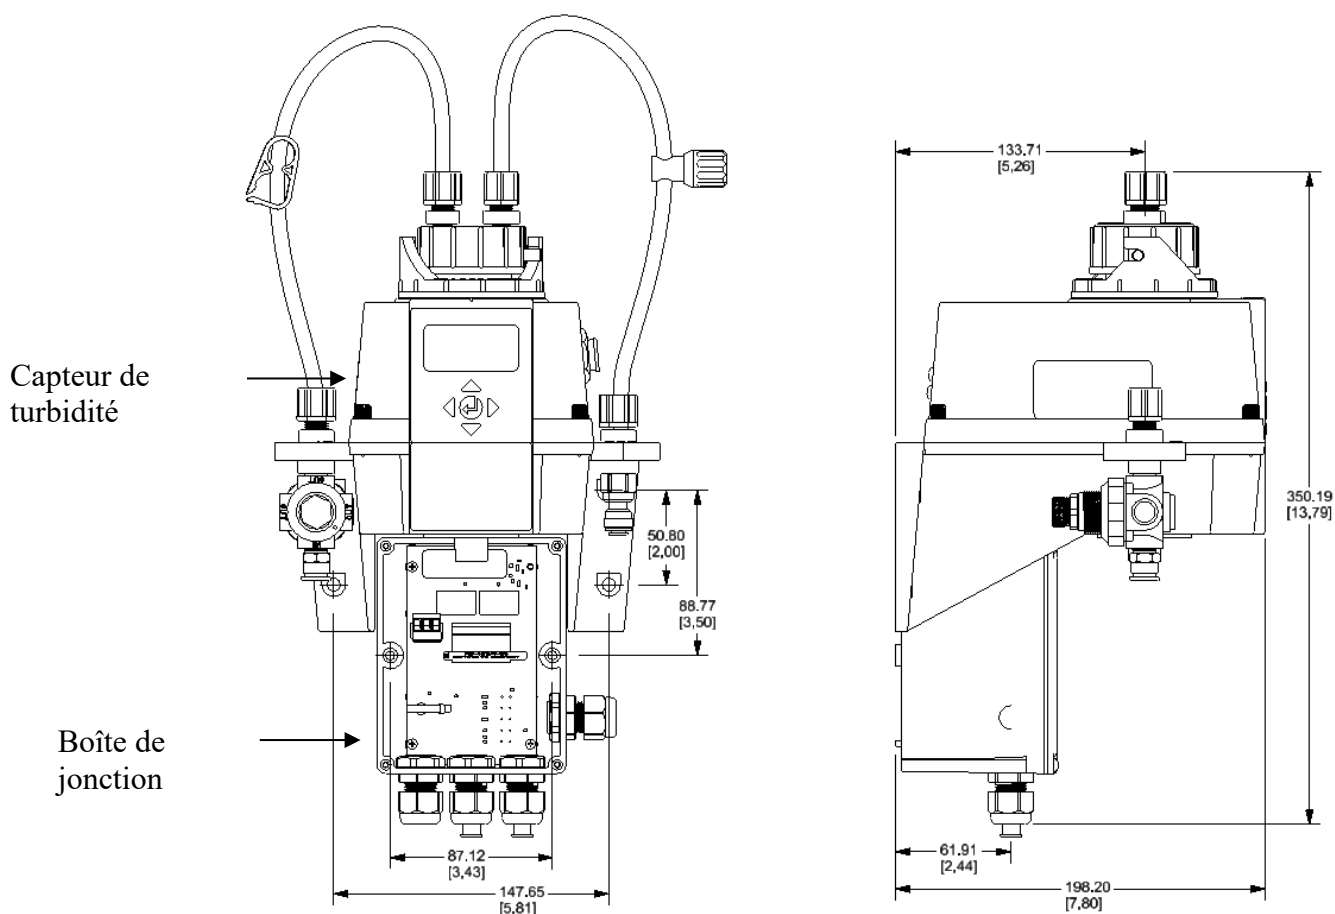

Figure 3 : Dimensions de montage de l'instrument
2. Les dimensions de montage générales du MTOL+ sont illustrées à la figure 3 ci-dessous. Mesurer pour confirmer que l'emplacement de montage a suffisamment d'espace et qu'il y a au moins 8 po (20 cm) de zone libre au-dessus de l'instrument lorsqu'il est monté. Cela constitue un espace suffisant pour l'étalonnage et l'entretien de la cuvette.